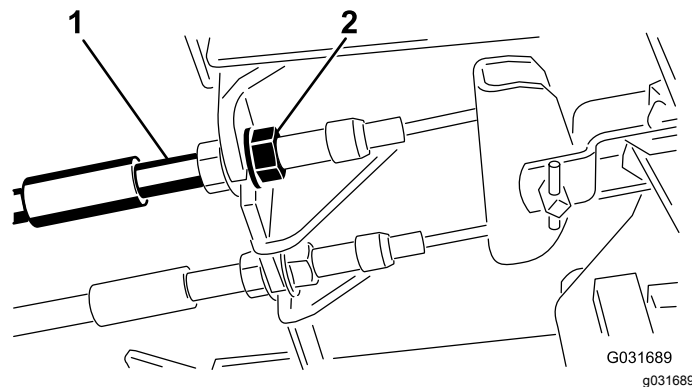

図 72
1. 遊びを減らすブレーキを締めるには、ブレーキケーブルのねじ山の前ナットをゆるめ、後ろのナットを締める図 72。